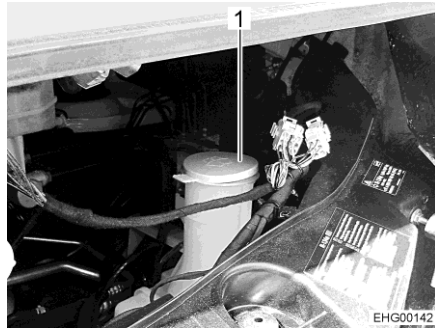

Bild 35 Einfüllstutzen (Waschwasserbehälter)
- Deckel (Bild 35,1) vom Einfüllstutzen des Waschwasserbehälters abnehmen.
- Deckel (Bild 35,1) auf den Einfüllstutzen des Waschwasserbehälters drücken.